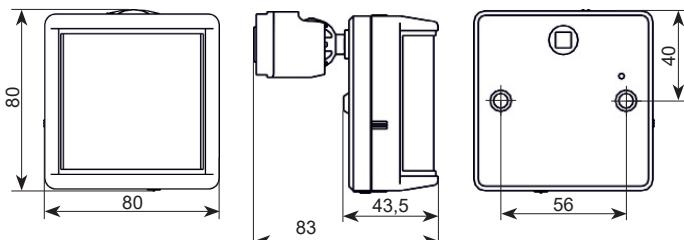

Рисунок 3
- Закройте корпус датчика, для этого сориентируйте крышку с основанием так, чтобы знаки на крышке и основании соответствовали рис. 3. Совместите пазы верхнего края крышки и основания и закройте крышку до срабатывания фиксатора.